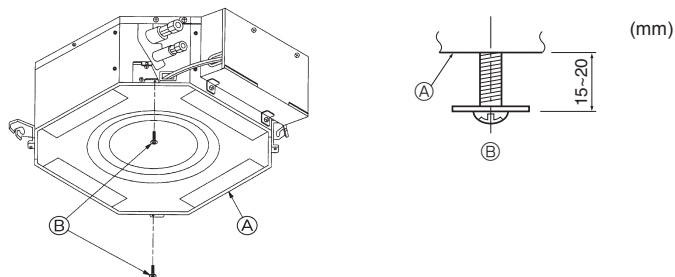

Fig. 8-5
8.3.1. Voorbereidingen (Fig. 8-5)